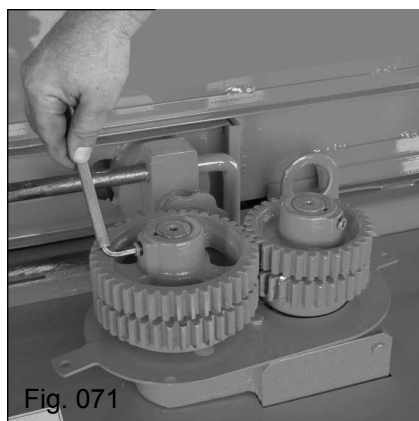
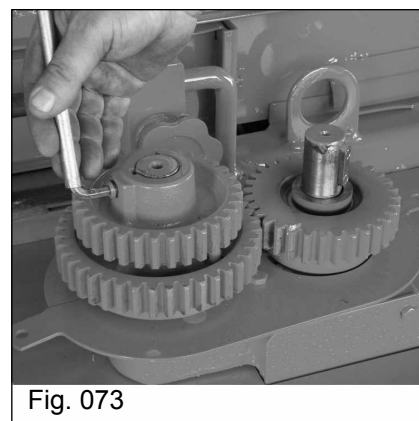
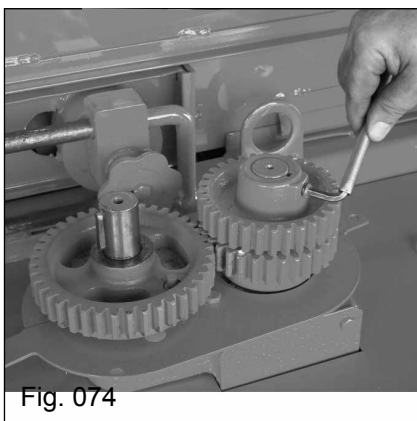

Fig. 071
Fig. 073
Fig. 074
i) Remova a tampa da caixa de câmbio, solte as engrenagens superiores (Fig. 071 e 072), passe a engrenagem da figura 60 para a posição (Fig. 073), monte a engrenagem dupla (Fig. 074). Lubrifique as engrenagens com a graxa recomendada (vide capítulo de lubrificação) antes de montar a caixa de câmbio.